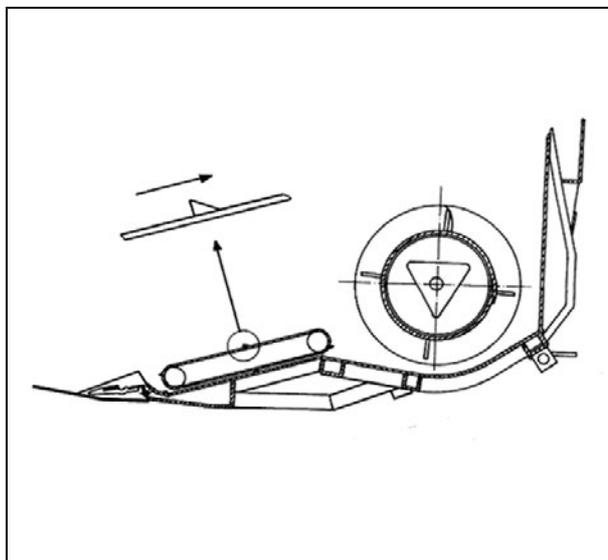

Рисунок 66
- Ремни должны быть установлены так, чтобы их движение происходило в направлении, указанном стрелкой. Если стрелка не видна, посмотрите на направляющие ролики ремня. Торец с наибольшей конусностью направлен в сторону вращения. (Рис. 66).